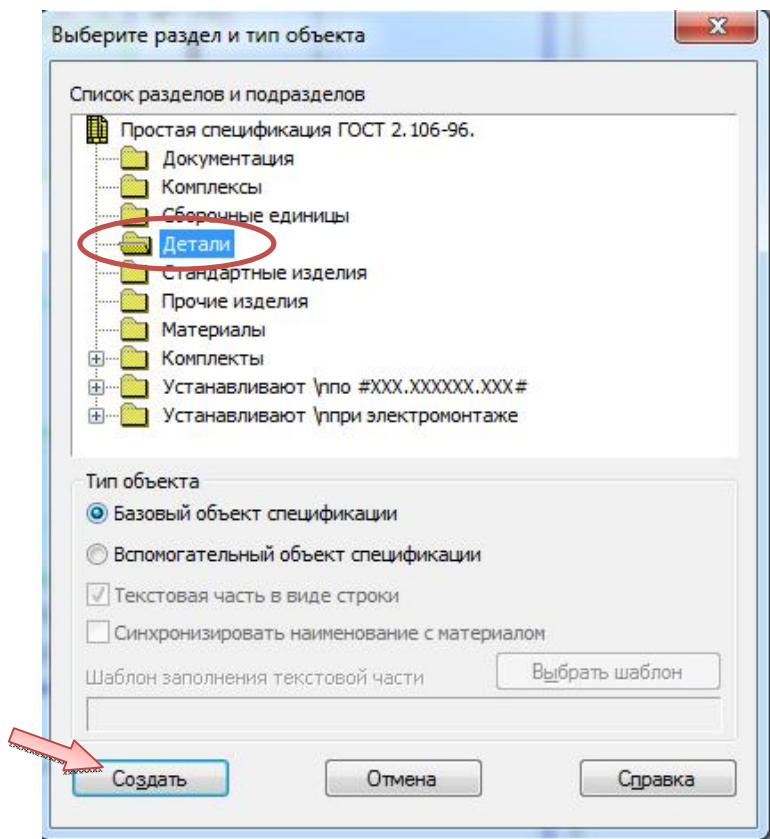

Рис. 2.31. Установка типа объекта спецификации
- Укажите раздел «Детали» и нажмите кнопку «Создать» (рис.2.31).